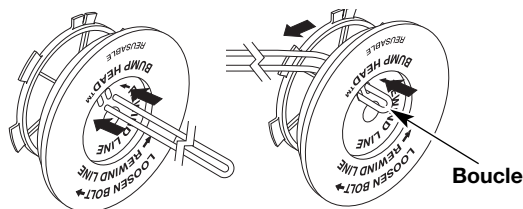

Fig. 34
- Découpez environ 6 m (20 pi) de fil neuf et faites-en deux boucles de longueurs égales. Insérez chaque extrémité de fil dans l'un des deux trous du moulinet (Fig. 34). Tirez le fil à travers le moulinet pour que la boucle soit le plus petit possible.